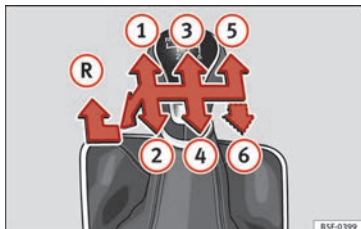

Fig. 43 Esquema de uma caixa de velocidades manual de 5 ou de 6 velocidades.
Na alavanca das mudanças indicam-se as posições das marchas » **Fig. 43**.
- Com a alavanca das mudanças em ponto morto, pressione-a para baixo, mova-a para a esquerda até ao fim e depois para a frente para selecionar a marcha-atrás » **Fig. 43 (R)**.